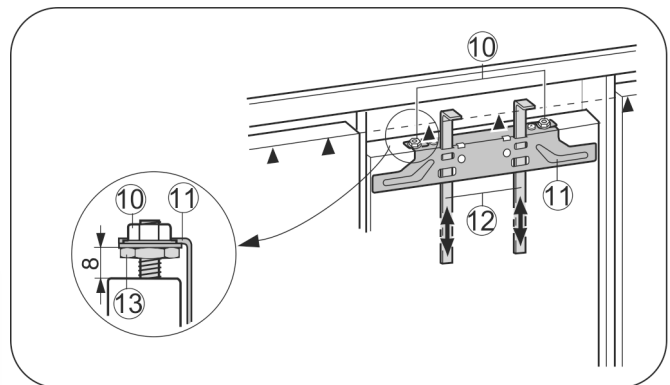

Fig. 17
- ▶ Spingere gli attrezzi di montaggio Fig. 17 (12) verso l'alto, all'altezza dell'anta del mobile. Bordo inferiore di battuta ▲ dell'attrezzo di montaggio = Bordo superiore dell'anta da montare.
- ▶ Allentare la traversa di fissaggio Fig. 17 (11) svitando i controdadi Fig. 17 (10).